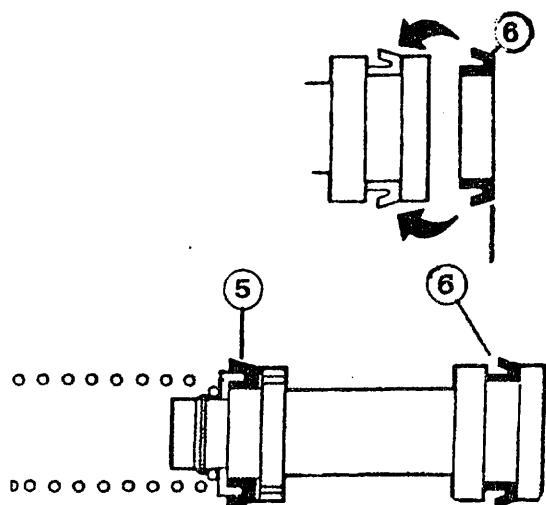

Fig. 7A.2-5
Instale el pasador (1) y el circlip (2) (Fig. 7A.2-2).